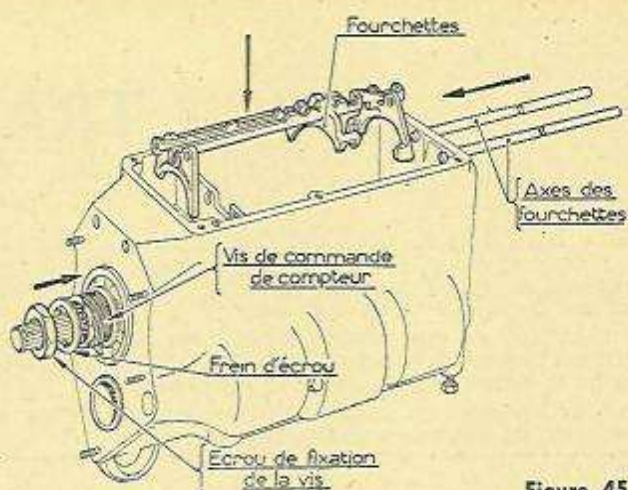

Figure 45.
- Sur l'arbre récepteur, placer la vis de commande de compteur C 46 (les cannelures contre le roulement), le frein d'écrou FZ 9 et l'écrou C 47 (fig. 45).